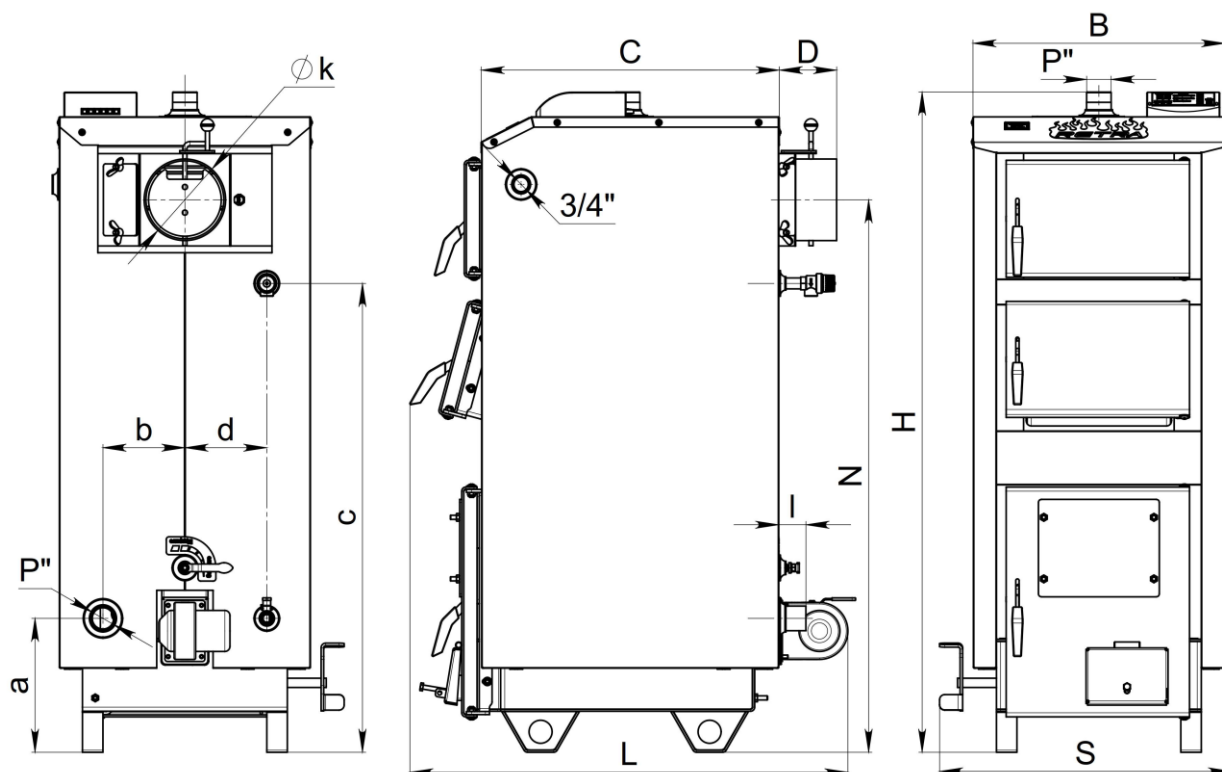

Рис.1.Габаритні та приєднувальні розміри котлів модельного ряду «Петра-5М BASIC» та «Петра-5М PLUS»
4.2. Габаритні та приєднувальні розміри котлів модельного ряду «Петра-5М BASIC» та «Петра-5М PLUS» наведені на Рис.1 та таблиці 3.